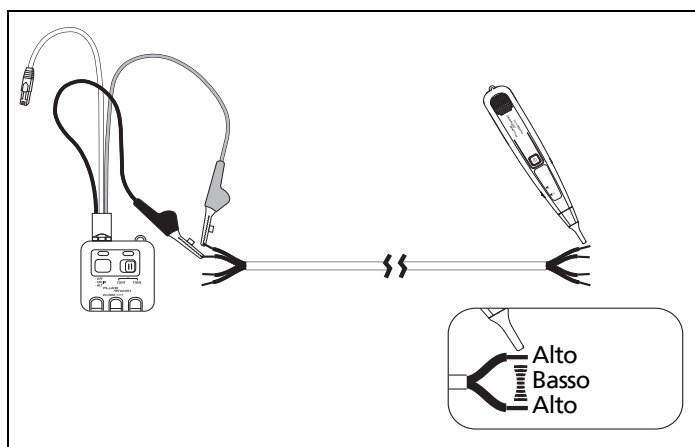

Figura 4. Tracciamento dei doppi
- 2 Spostare lentamente la punta della sonda fino a formare un angolo retto rispetto ai fili (Figura 4). Quando il volume del tono è ALTO sul primo filo, BASSO al centro tra i due fili e nuovamente ALTO sul secondo filo, si è trovato il doppino desiderato.
Per utilizzare la funzione SmartTone (Figura 4):